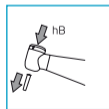

Fig. 4.2
4.2 Démontage de la fraise (Fig. 4.2)